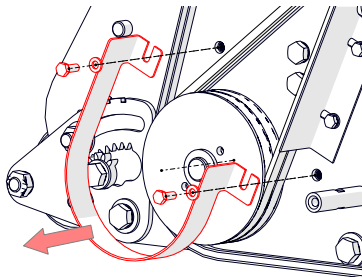

Fig.16C - Retirez le guide de courroie.
- i. Si vous souhaitez uniquement tendre à nouveau la courroie, passez à l'étape iv. Retirez le guide de courroie semi-circulaire en retirant les deux boulons M6 [clé de 10 mm] (Fig. 16C).